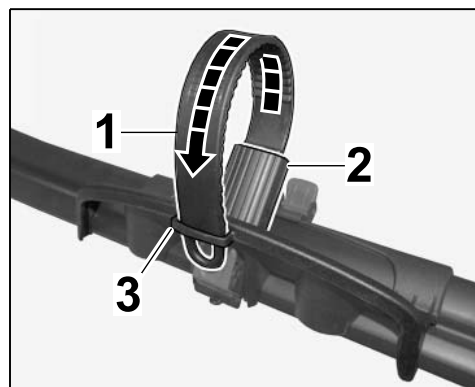

Figura 37 (sin bicicleta ni bicicleta de carreras)
- 8.2 Abatir la correa tensora e introducirla en la brida del alojamiento de rueda (\Rightarrow Figura 37 (sin bicicleta ni bicicleta de carreras)).